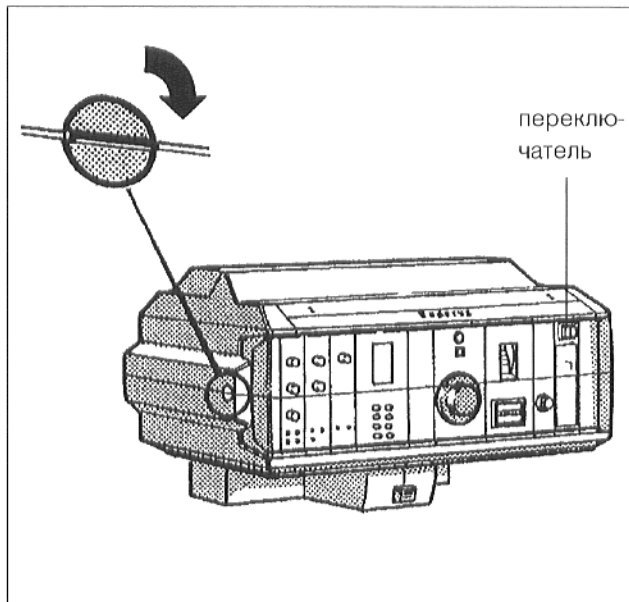
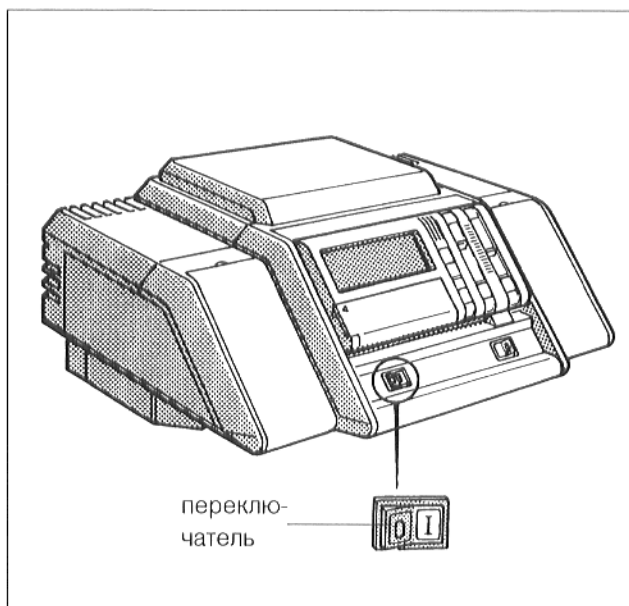

Рис. 35 HS 3220
Рис. 36 HS 4201
Установить шлиц винта прозрачного покрытия регулятора (рис. 35) в горизонтальное положение, например, при помощи монеты. Снять прозрачное покрытие в направлении вперед.
- Установить переключатель режима работы регулятора (рис. 35 и рис. 36) в поз. 0 (ВЫКЛ.).